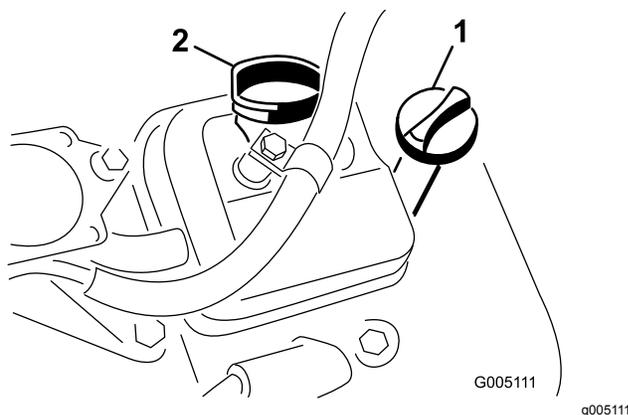

Рисунок 28
3. Вставьте и заверните масломерный щуп в трубку для щупа (Рисунок 28).